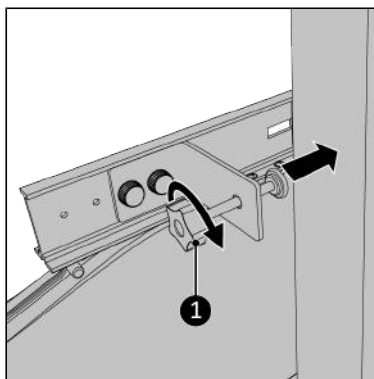

Figure 187.
16. Serrez soigneusement la vis de fixation sur le cadre de la fenêtre (Figure 187, pos. 1).